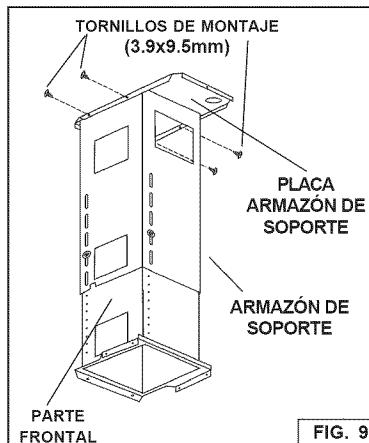

FIG. 9
7. Cuelgue el armazón de soporte de la brida para armazón de soporte (situada en el techo). Fije firmemente con cuatro tornillos de montaje de 3,9 x 9,5 mm. Fig. 9.